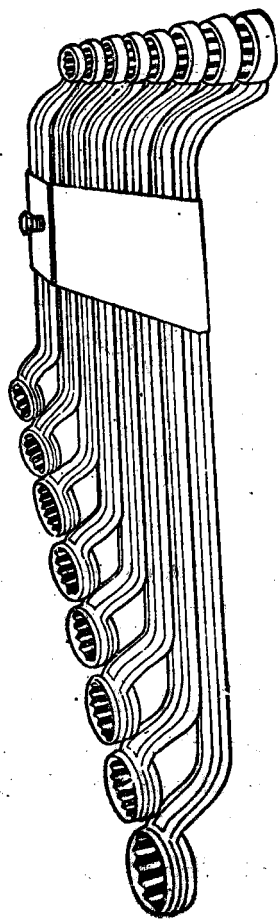

图 1-5 扁颈梅花扳手
(2) 整体扳手 整体扳手有正方形、六角形、十二角形等几种形式，其中十二角形扳手就是通常所说的梅花扳手(见图 1-5)。